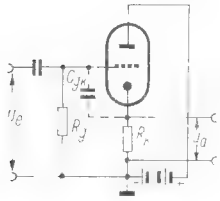

Bild 2. Die scheinbare Veränderung von Eingangswiderstand und Eingangskapazität
9. Der Eingangswiderstand des Katodenverstärkers (Bild 2) wird vergrößert. Jede zwischen Gitter und Katode liegende Impedanz (Z) erscheint durch die Wirkung dieser Gegenkopplung um den Faktor $\frac{1}{1 - V}$ vergrößert. Z' (Katod.-Verst.) = $\frac{Z}{1 - V}$
10. Die Gitter/Katoden-Kapazität (C_{gk}) wird verkleinert (Bild 2). Für den Katodenverstärker gilt, daß die wirksame Kapazität zwischen Gitter und Katode $C'_{gk} = C_{gk} \cdot (1 - V)$ ist.